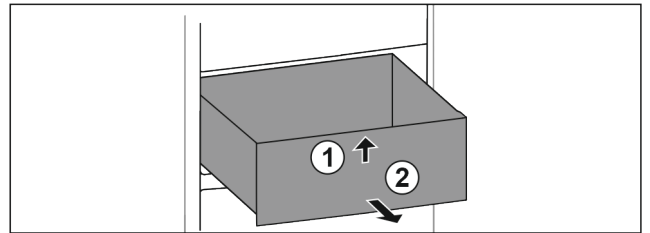

Fig. 84
- ▶ Tõstke sahtel eest üles. Fig. 84 (1)
- ▶ Võtke sahtel ettepoole välja. Fig. 84 (2)